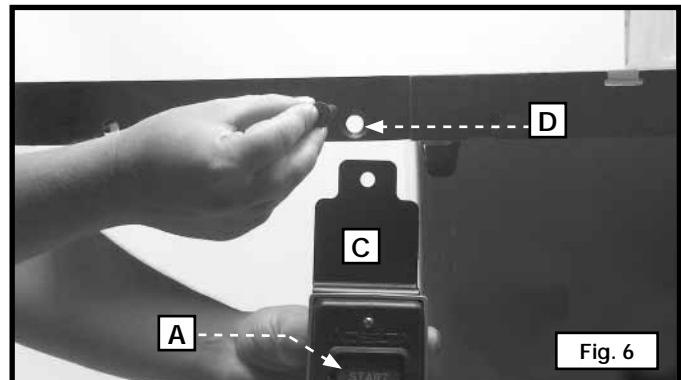

Fig. 6
Coloque el soporte del interruptor LVC (C) Fig. 6, (que retiró anteriormente) en el interior del orificio (D) en el borde frontal izquierdo de la base de extensión. Use el equipo que también había retirado.